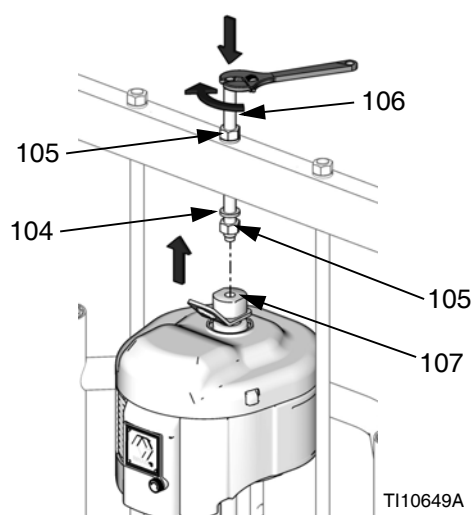

FIG. 30
- b. Installare la biella filettata (106) attraverso il foro centrale della barra a croce. Installare le rondelle (104) e i dadi (105) nella biella filettata (106), sia sopra sia sotto la barra a croce. Utilizzare una chiave inglese per mantenere l'adattatore dell'anello di sollevamento (107) e serrare la biella filettata (106) nell'adattatore dell'anello di sollevamento (107) con un'altra chiave inglese. Vedere la FIG. 30.
- c. Serrare il dado (105) sotto la barra a croce con una coppia massima di 34 N•m (25 piedi-lb).
- d. Serrare il dado (105) sopra la barra a croce per bloccare il motore in posizione.